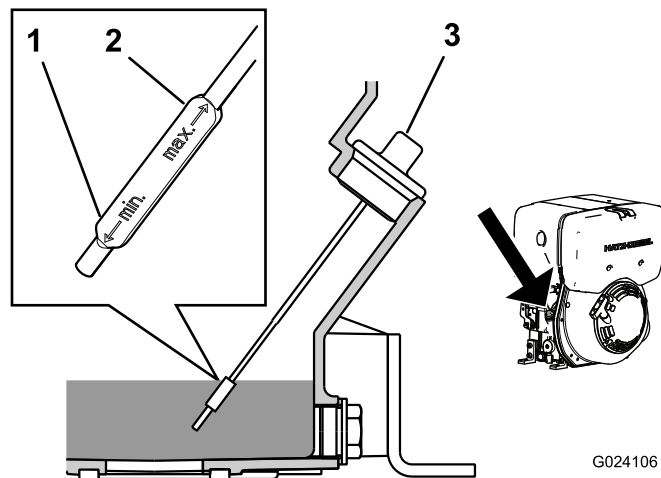

Figura 18
4. Limpie alrededor de la varilla (Figura 18) para impedir que caiga suciedad por el orificio de llenado y cause daños en el motor.
5. Desenrosque la varilla de aceite y limpie el extremo (Figura 18).
6. Enrosque la varilla de aceite a fondo en el tubo de llenado (Figura 18).